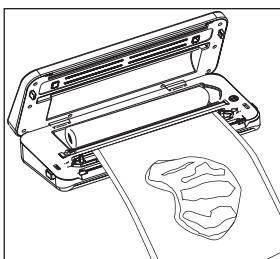

Рис.1
Для этого придерживайте пленку одной рукой и потяните встроенный нож-резак, отрезав нужную длину от рулона. (Рис.1)
(Рис.1)
- 4.** Нажмите на кнопку "VAC" . Когда воздух будет откачен, прибор автоматически выключится. (Рис.1)